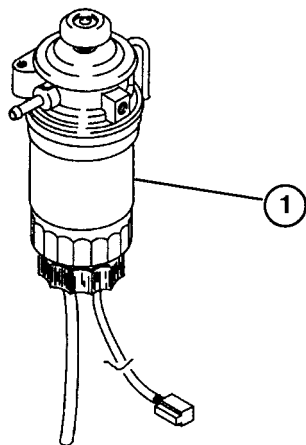

図 37
1. フィルタ容器の周辺をウェスできれいにぬぐう（図 37）。